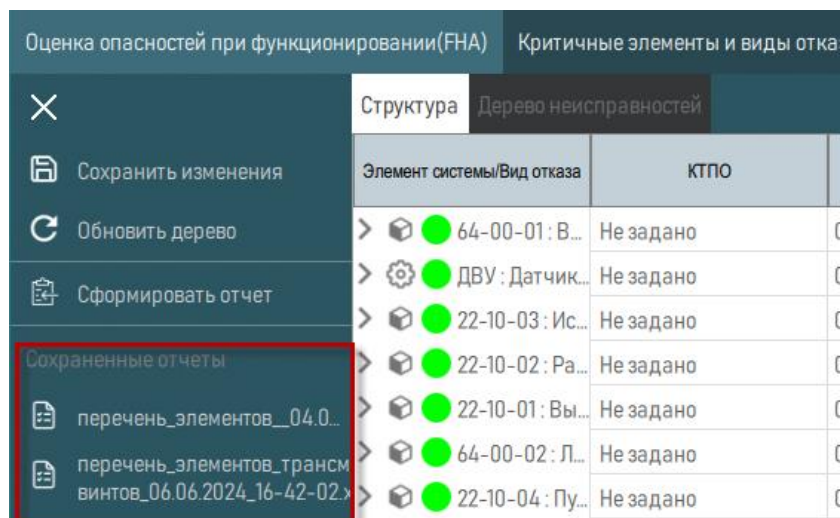

Рисунок 275 – Сохраненные отчеты перечня элементов и отказов
3) Сформированный отчет отобразится в секции «Сохраненные отчеты» (рисунок 275).